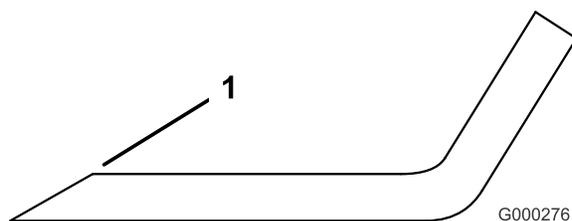

Figura 80
1. Utilize uma lima para afiar a aresta de corte em ambas as extremidades da lâmina (Figura 80).